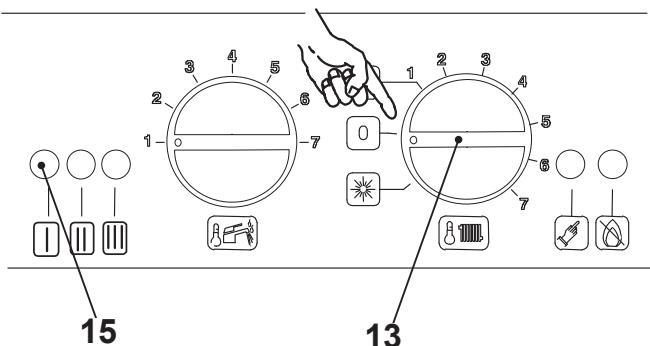
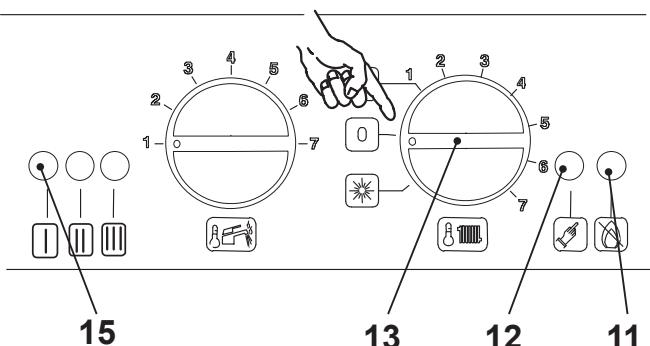
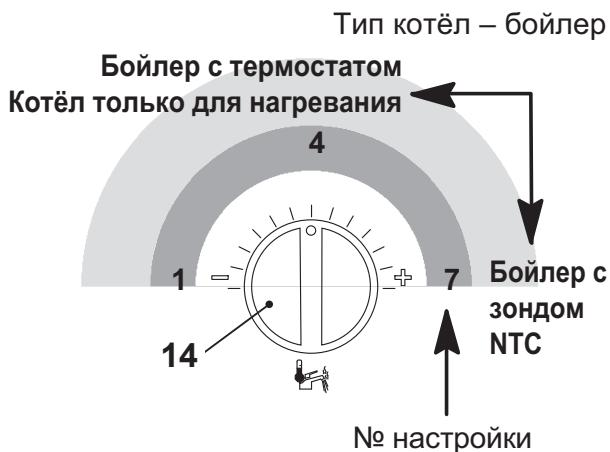

рисунок 5.28
рисунок 5.30
рисунок 5.40
- Держите в нажатом положении кнопку сброса 12 (рисунок 5.30) в течение 10 секунд, лампочка блокировки 11 (рисунок 5.31) прерывисто мигает.
- Для показа заданной настройки держите в нажатом положении кнопку сброса 12 (рисунок 5.30) примерно, 5 секунд. Сигнальные лампочки 15 (рисунок 5.28) будут мигать столько раз, сколько было установлено (рисунок 5.40).
- Для изменения настройки поверните ручку регулировки температуры санитарного оборудования 14 (рисунок 5.40) и поставьте её на тип выбранного котла (на рисунке примера ручка настроена на Котёл с бойлером с зондом NTC), сигнальная лампочка блокировки 11 (рисунок 5.30) начнёт быстро мигать.
- Для внесения в память настройки держите в нажатом состоянии кнопку сброса 12 (рисунок 5.30), примерно, 5 секунд, все сигнальные лампочки 15 (рисунок 5.28) начнут одновременно мигать, как показано на рисунке 5.41.